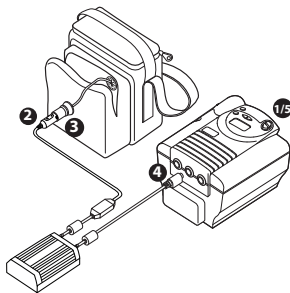

Fig. 4: Koble til likestrømsadapteren
2. Koble auto-adapteren til inngangsenden av likestrømsadapterens kabel. Se fig. 4.